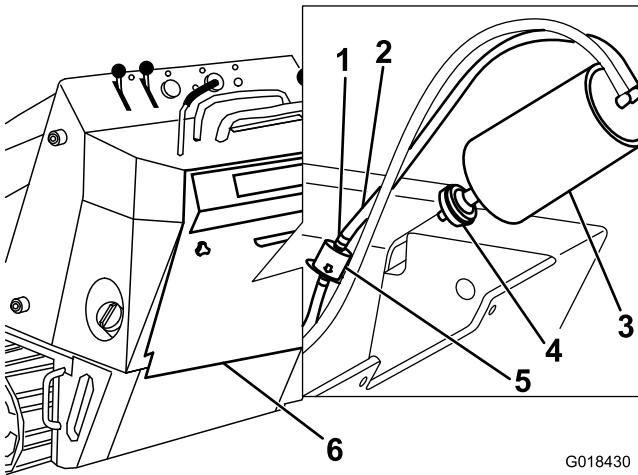

Figura 34
3. Retire y deseche el filtro de aire (Figura 34).
4. Instale un filtro nuevo en el cartucho de carbón (Figura 34).
3. Aleje del filtro las abrazaderas de muelle de ambos lados del filtro del tubo de purga del cartucho de carbón (Figura 34).
4. Retire y deseche el filtro del tubo de purga (Figura 34).
5. Instale un filtro nuevo en el tubo con la flecha del filtro apuntando en el sentido opuesto al cartucho de carbón, y sujetelo con las abrazaderas (Figura 34).